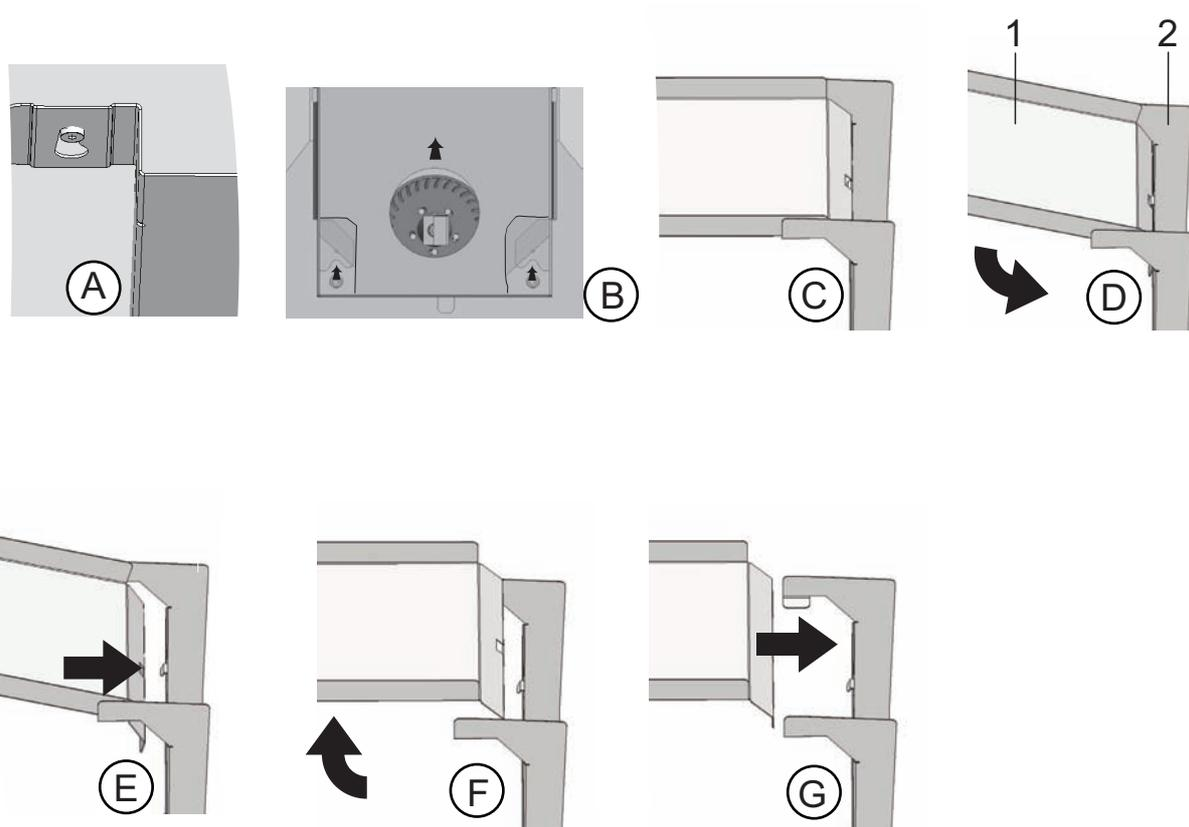

Figura 8-3. Conducción del aire
3. Extraer la parte superior de la conducción de aire (1/Figura 8-3) hacia la parte delantera del aparato y separarla hacia abajo, si los perfiles de ojo de llave de las bridas delanteras liberan los pasadores de retención de la parte superior del recinto útil.
4. Desenganchar la parte superior de la parte trasera de la conducción de aire (2/Figura 8-3) y extraerla del recinto útil.
5. Desenganchar la parte trasera de la conducción de aire (2/Figura 8-3) de la pared posterior y extraerla.